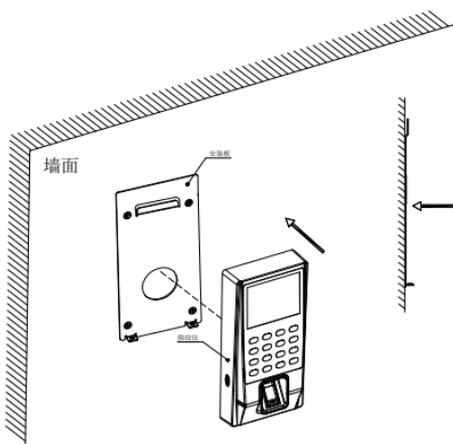

图 5-1
- 1、把连接好的数据线和电源线等整理好后并放入86*86电工接线盒内,将指纹仪往安装板上靠,如图5-1所示